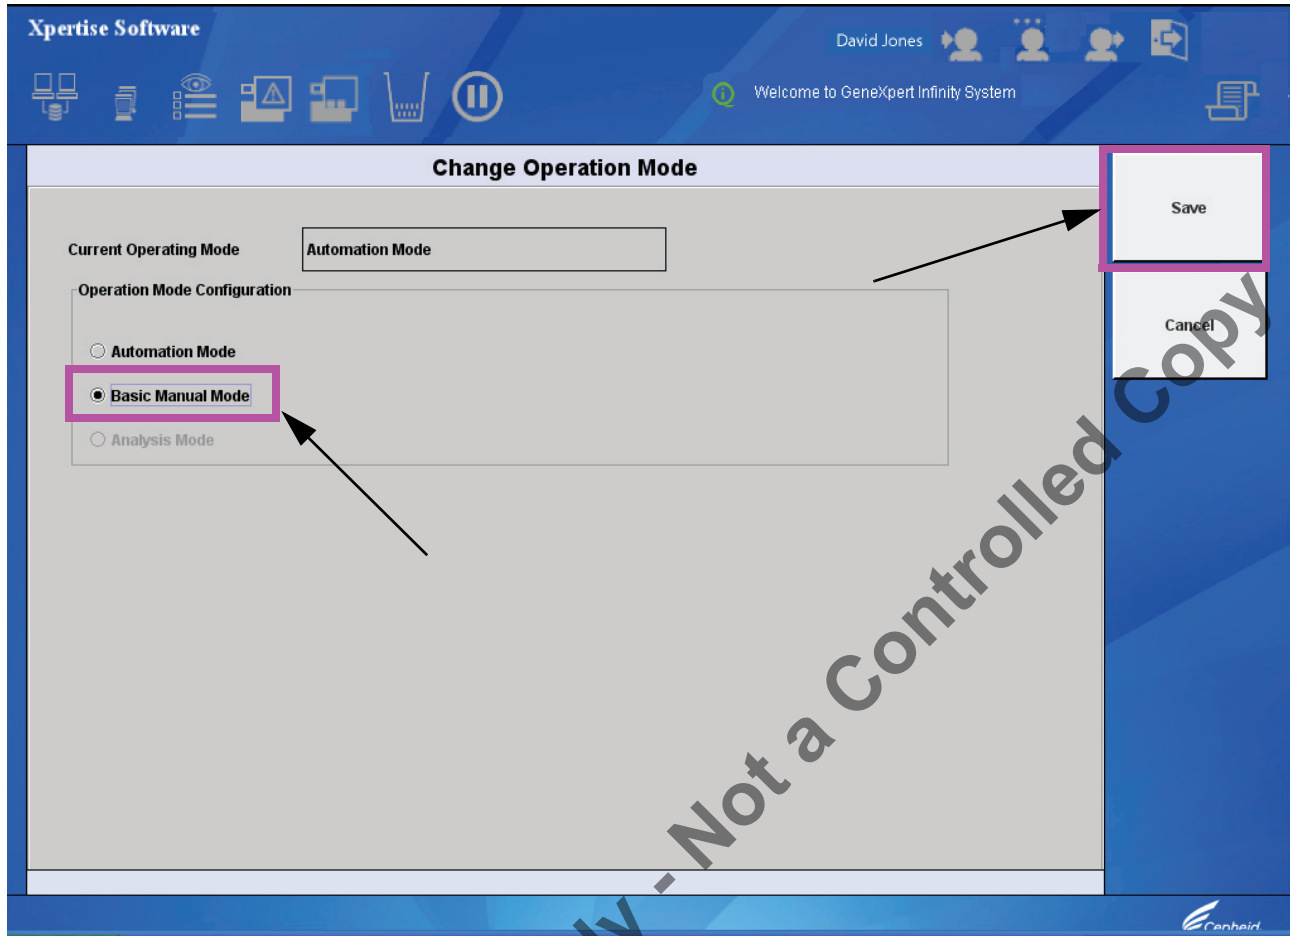

Figura 53. Área de trabalho Change Operation Mode (Alterar modo de funcionamento) — a seleccionar o Basic Manual Modo (Modo manual básico)
5. Na área de trabalho Change Operation Mode (Alterar modo de funcionamento), seleccione **Basic Manual Mode (Modo manual básico)** (Figura 53).